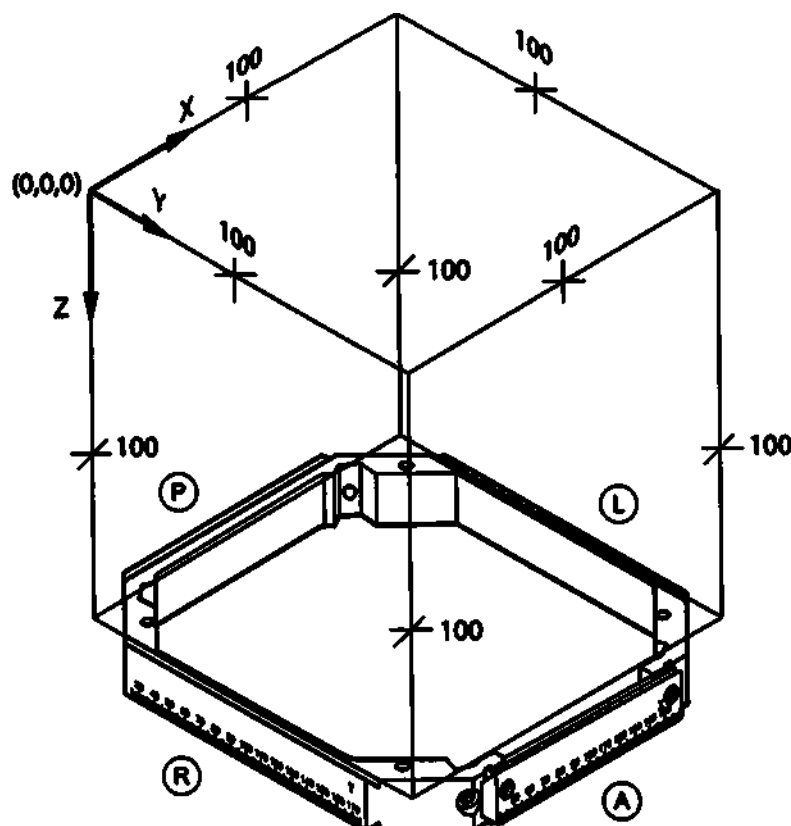

Рис. 3.27 Система координат Leksell® Coordinate System и координатная рама Leksell® Coordinate Frame G
Для обеспечения возможности точного позиционирования на координатной раме выгравирована прямолинейная шкала координат. Начало системы координат Leksell® Coordinate System (точка, числовые значения координат X, Y и Z которой равны нулю) расположено за пределами координатной рамы в точке, которая, в свою очередь, находится сверху, сбоку и сзади по отношению к координатной раме справа от пациента. См. Рис. 3.27 на стр. 70, на котором также показаны левая (L), правая (R), задняя (P) и передняя (A) стороны координатной рамы.
отношению к координатной раме справа от пациента. См. Рис. 3.27 на стр. 70, на котором также показаны левая (L), правая (R), задняя (P) и передняя (A) стороны координатной рамы.